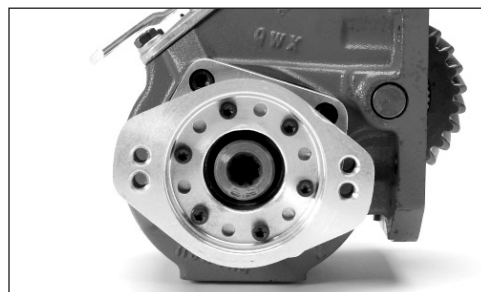

Fig. 6
10. Em seguida, instale o flange da bomba conforme mostra a Fig. 6. Com a TDF na bancada, com a tampa do deslocador voltada para você e a barriga da TDF para baixo, o flange mostrado deverá estar voltado para a sua direita. Oriente o flange da bomba para a posição 3:30-9:30. Instale os 6 parafusos sextavados (378446-4) e dê o torque para 8-12 Lbs.pé [11-16 N.m].